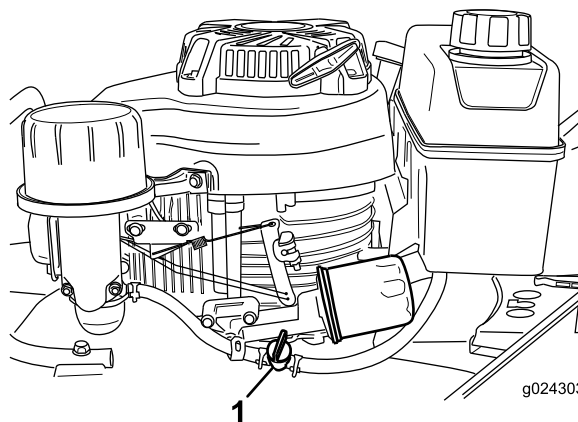

Figure 15
2. Ouvrez le robinet d'arrivée de carburant (Figure 15).
Remarque: Fermez le robinet d'arrivée de carburant (Figure 15) si vous ne prévoyez pas de démarrer le moteur tout de suite après.